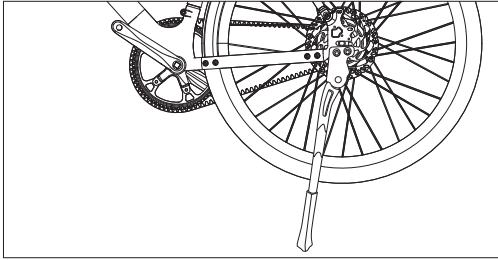

Figura 10-1
- Desfaceți șuruburile și piulițele și apoi îndepărtați-le din butuc, așa cum este arătat în [Figura 10-1].